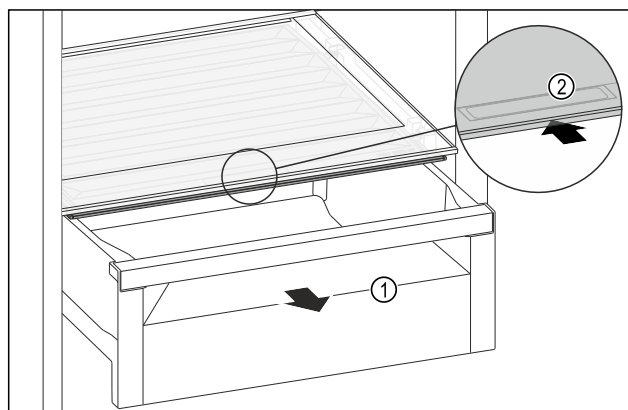

Fig. 109
- ▶ Træk skuffen Fig. 109 (1) ud.
- ▶ Tag fat i grebsforsænkningen Fig. 109 (2) i bokslåget, og skub samtidigt bokslåget tilbage.